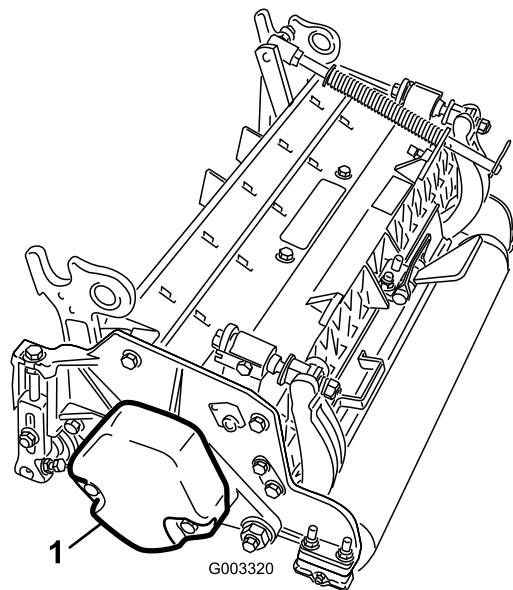

Figure 8
4. Attention de monter le contrepoids (Figure 8) du bon côté du plateau de coupe, comme expliqué dans le *Manuel de l'utilisateur* du plateau de coupe.